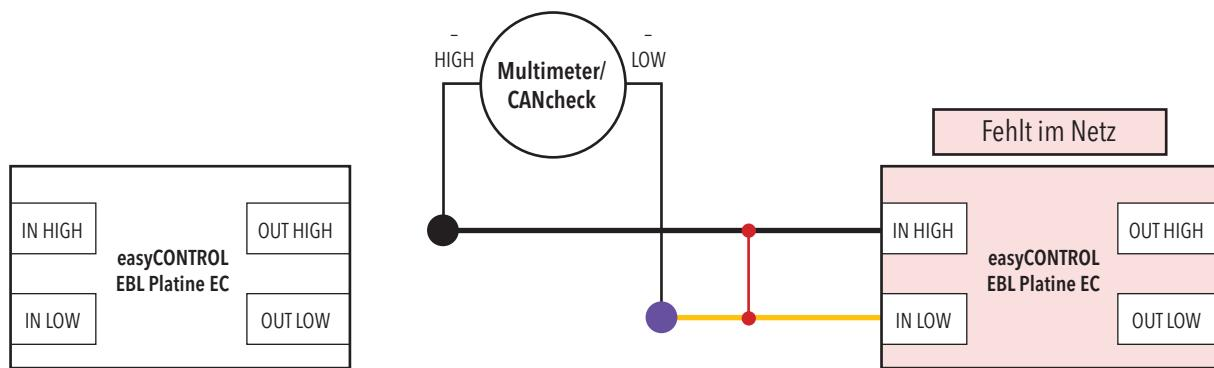

Abbildung 86. Messaufbau zur Detektion eines Kurzschlusses zwischen IN HIGH und IN LOW
2. Klemmen Sie die Leitungen des betroffenen Teilnehmers ab und schließen Sie das Multimeter oder den CANcheck an. Siehe Abbildung 86.